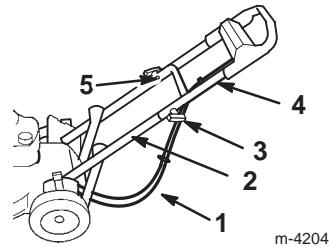

Figura 4
6. Asegúrese de que los cables pasen por debajo y por detrás del manillar inferior, según muestra la Figura 4.